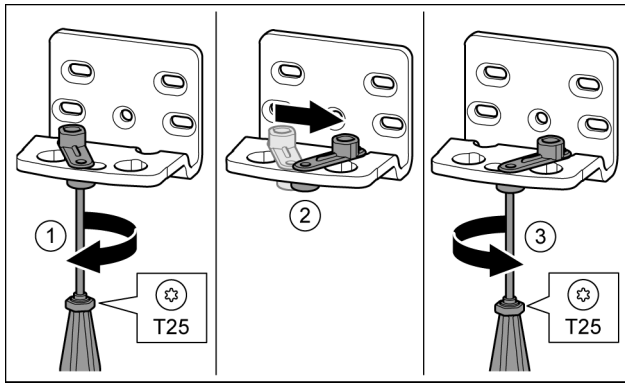

Fig. 30 \*
- ▶ Schroef met de schroevendraaier T25 losdraaien. Fig. 30 (1) \*
- ▶ Deursluiting optillen en 90° naar rechts in de opening draaien. Fig. 30 (2) \*
- ▶ Schroef met schroevendraaier T25 vastschroeven. Fig. 30 (3) \*